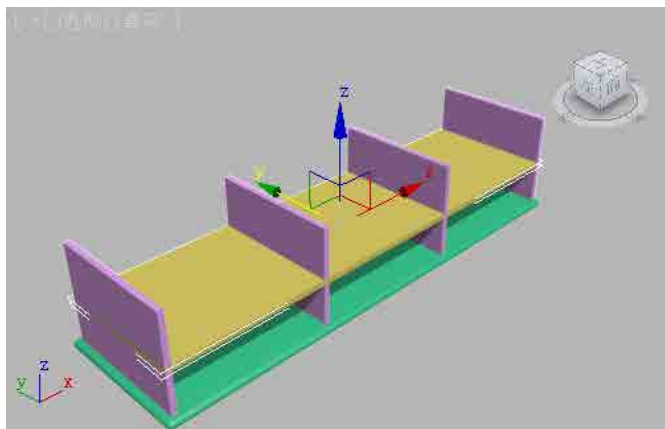

图3-76
- 02** 接下来制作电视柜侧立板, 使用“阵列”复制“侧板”, 然后创建“隔板”, 效果如图3-76所示。